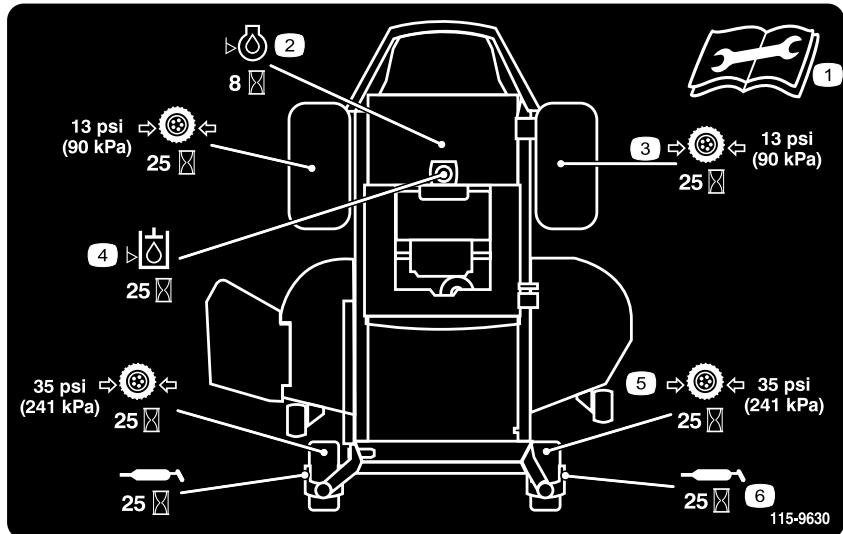
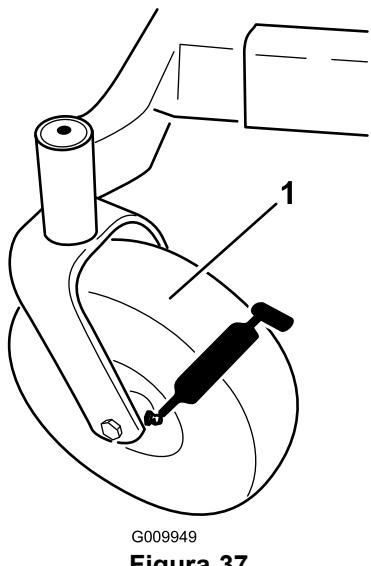

Figura 36
Figura 37
3. Pulite i raccordi d'ingrassaggio (Figura 37 e Figura 36) con un cencio, e togliete eventuali tracce di vernice davanti ai raccordi.
4. Collegate un ingrassatore a pressione a ciascun ingrassatore (Figura 37 e Figura 36). Pompatate del grasso nel raccordo finché non inizia a fuoriuscire dai cuscinetti.